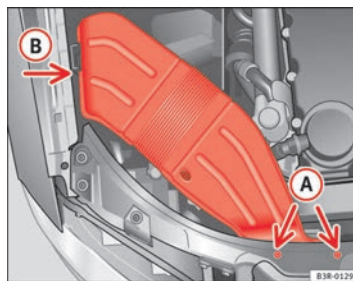

Abb. 188 Luftführungshutze an rechter Fahrzeugseite
- Drehen Sie die Schrauben (A) ⇒ Abb. 188 heraus.
- Ziehen Sie die Luftführungshutze aus der Führung (B) und nehmen Sie diese heraus. ■